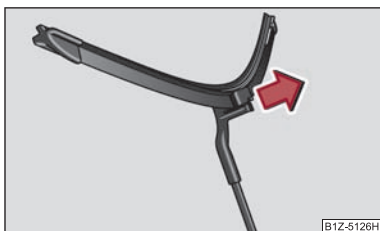

Fig. 44 Lamela ștergătorului de parbriz
- Trageți lamela în sensul indicat de săgeata ⇒ fig. 44 ⇒ ⚠.
- Rabatați brațele ștergătoarelor pe parbriz și puneți contactul. Prin apăsarea manetei ștergătoarelor în poziția ④ ⇒ fig. 44 sau la deplasarea cu viteze peste 4 km/h, brațele ștergătoarelor revin la poziția de repaus.